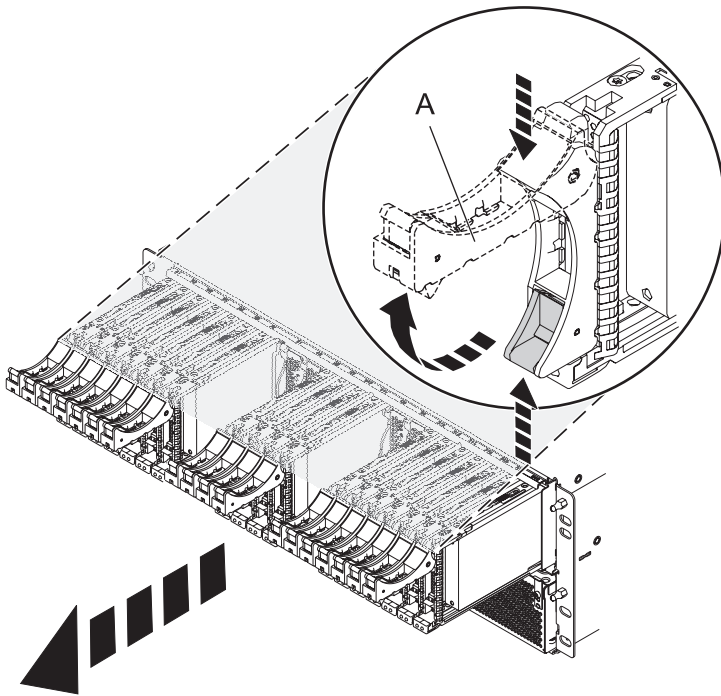

Figure 62. Retrait des unités du fond de panier
4. Retirez les unités et les obturateurs, comme illustré dans la figure 62.